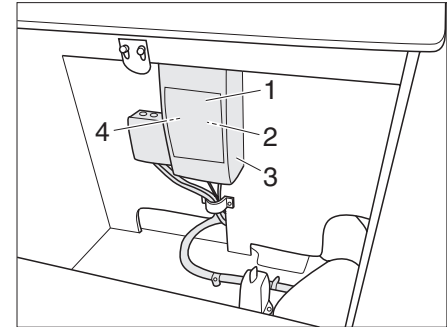

Bild 78 230-V-Sicherungsautomat
Der 230-V-Sicherungsautomat (Bild 78,2) befindet sich unter einer Zugangsklappe bei den Sitzen auf der linken Seite des Fahrzeugs.
► Abdeckklappe (Bild 78,1) öffnen.
Der 230-V-Anschluss ist durch einen zweipoligen Sicherungsautomaten (Bild 78,2) abgesichert.
- Der FI-Schalter (Bild 78,4) für 230 Volt sollte einmal jährlich ausgelöst werden, damit der Mechanismus nicht „verklebt“ und sich die Auslösezeit nicht verlängert.